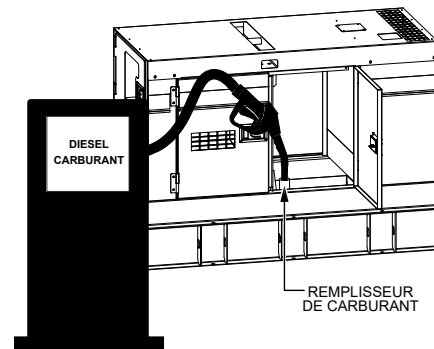

Figure 32. Alimentation du générateur
2. Ouvrez la porte de l'enceinte, retirez le bouchon de carburant et remplissez le réservoir de carburant comme indiqué dans la Figure 32.